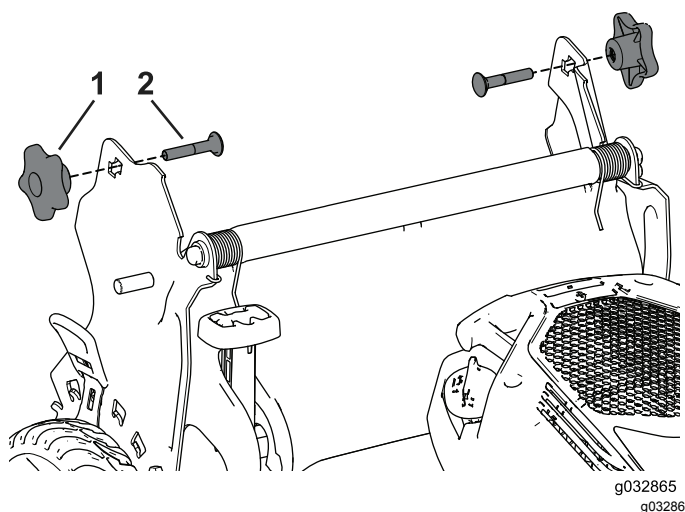

Рисунок 6
2. Снимите и сохраните две ручки и два каретных болта с кронштейнов рукоятки (Рисунок 6).